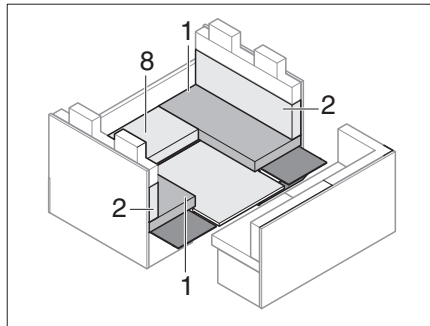

Fig. 199 Pendant la transformation
- Enlever le coussin d'assise (Fig. 199,8) et le sous-bassement.